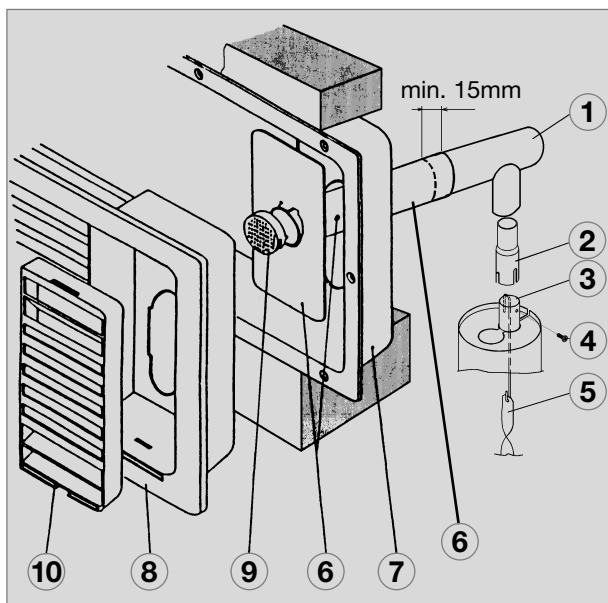

Fig. 49
La conduite d'évacuation des gaz doit toujours être ascendante, afin d'éviter l'accumulation de condensation. Sur le modèle d'évacuation des gaz présenté à la fig. 49 la protection d'hiver peut être montée sur le côté (10).